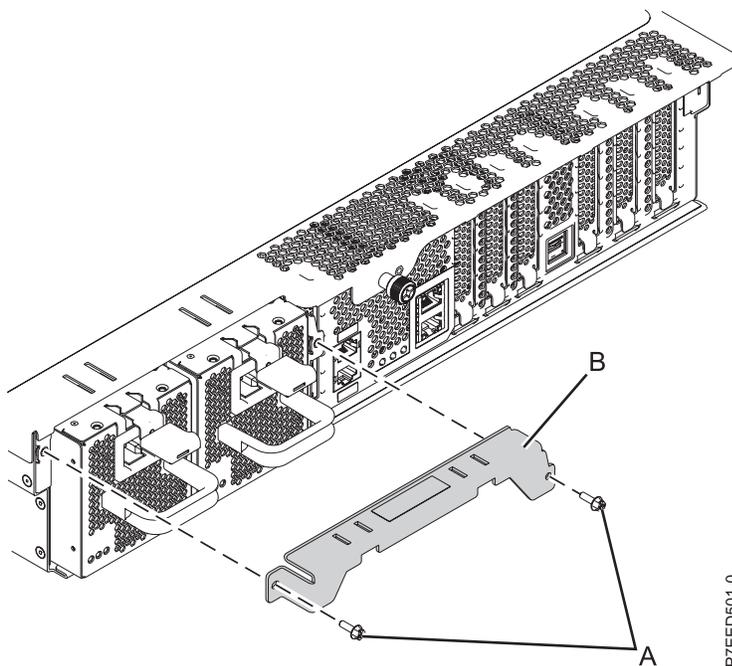

Abbildung 10. Entfernen der Transporthalterung
- a. Entfernen Sie die zwei Schrauben (A), wie in Abb. 10 dargestellt.